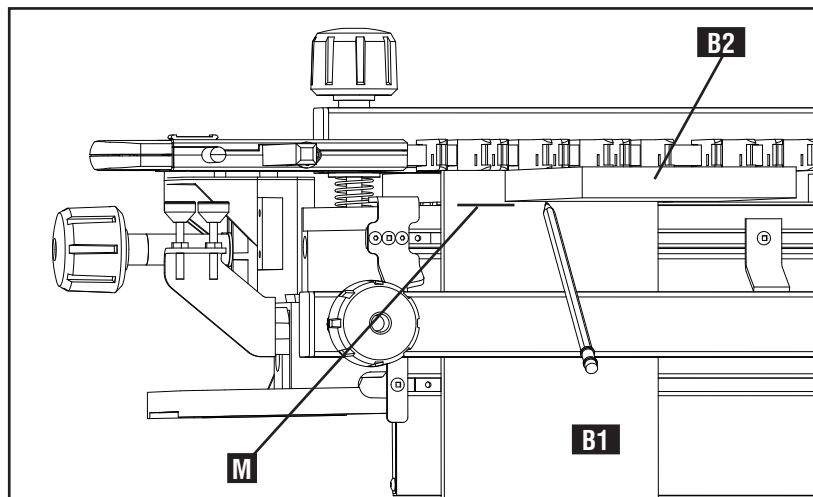

Fig. 19
- 6 La profundidad de la broca de la rebajadora debe coincidir con el espesor de la segunda tabla que se cortará, llamada B2 (Fig. 19). Esta tabla se unirá a la primera, llamada B1.
7. Para configurar la profundidad de la broca de la rebajadora, marque una línea (M) Fig. 19 en B1. Para ello, utilice el espesor de B2, como se muestra.
8. Coloque la rebajadora en la plantilla y configure la profundidad de la broca de la rebajadora en esta línea (M).